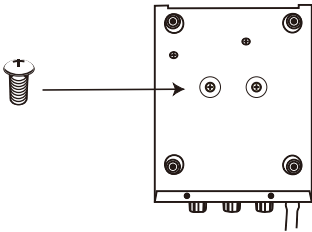

图1
1. 使用之前请务必卸下在机身底部固定气泵的螺丝，否则会引起严重问题。如图1所示